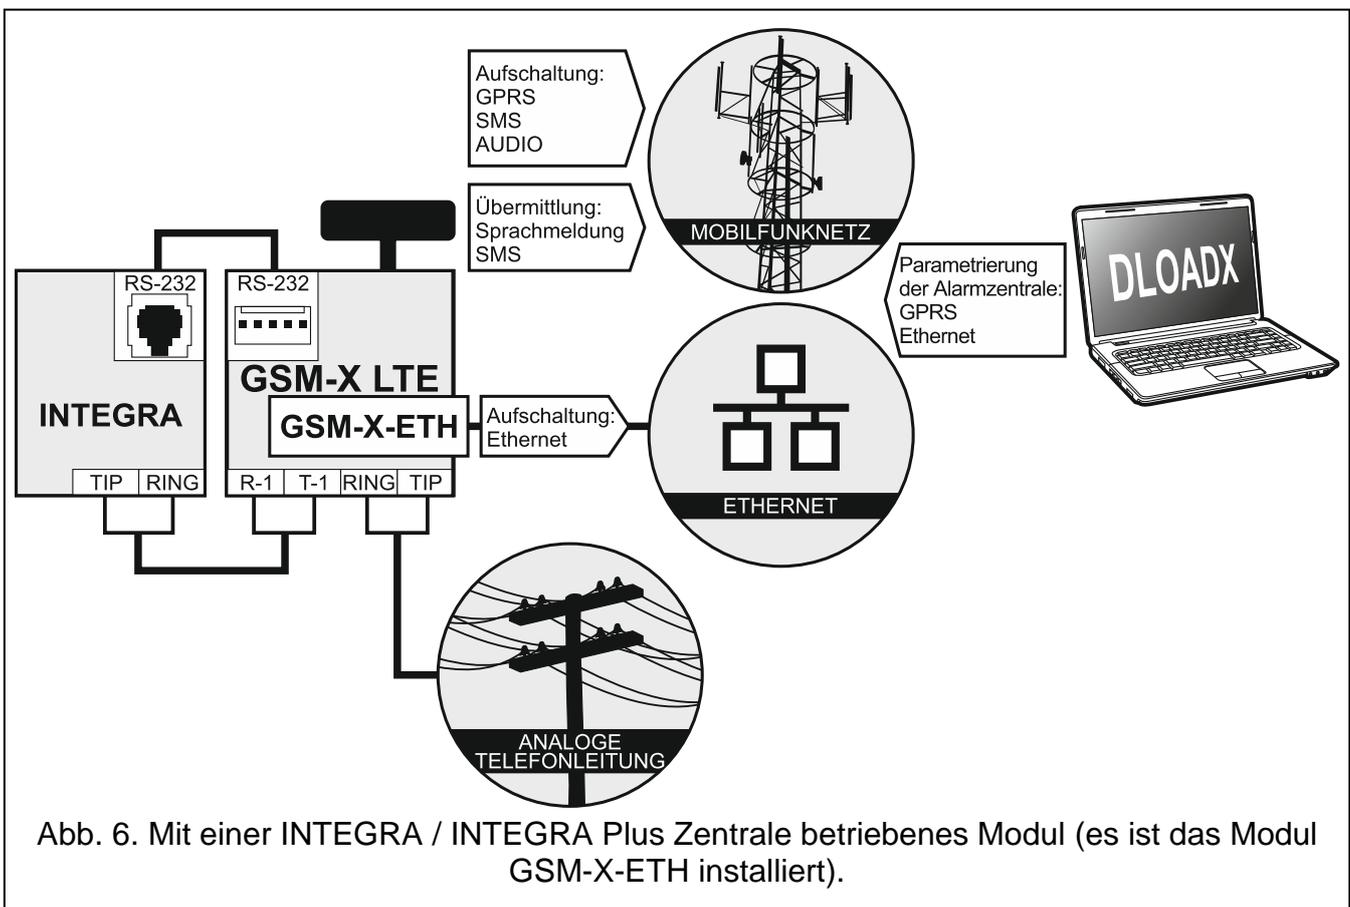
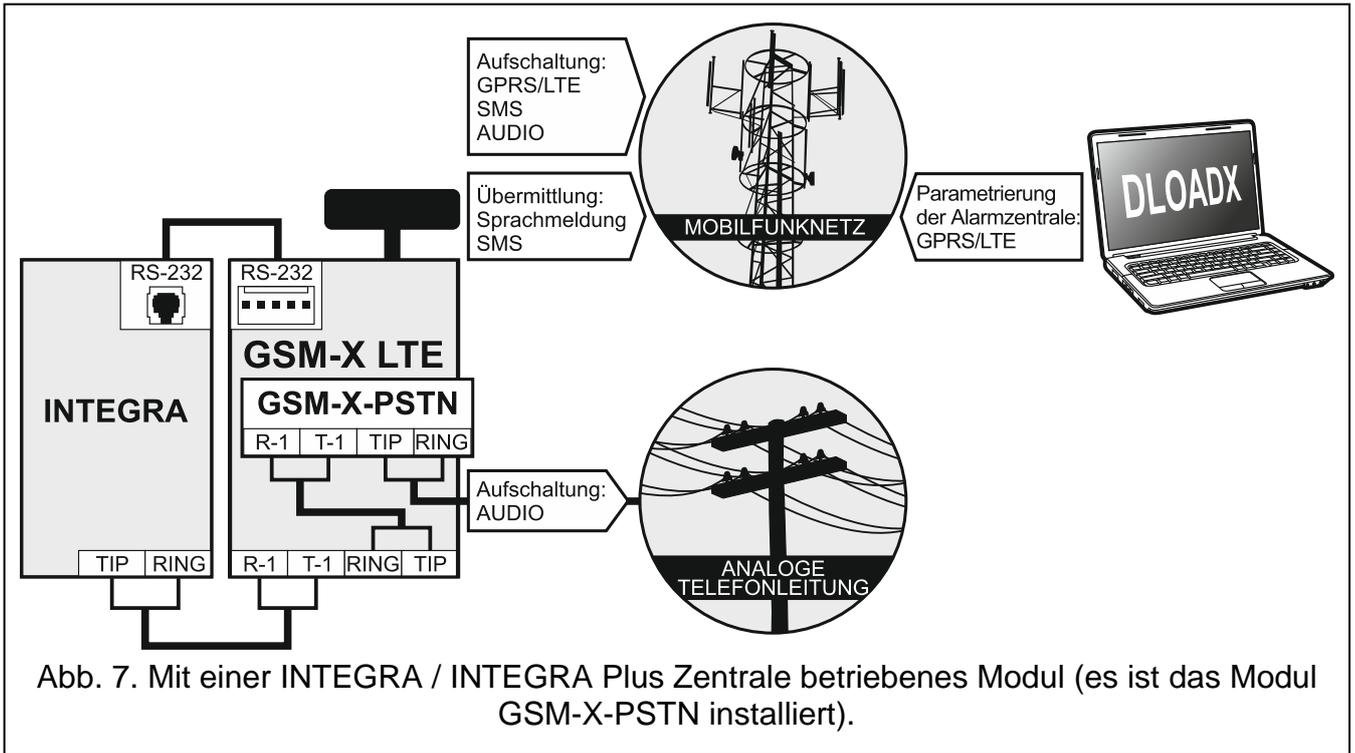

Abb. 6. Mit einer INTEGRA / INTEGRA Plus Zentrale betriebenes Modul (es ist das Modul GSM-X-ETH installiert).
Abb. 7. Mit einer INTEGRA / INTEGRA Plus Zentrale betriebenes Modul (es ist das Modul GSM-X-PSTN installiert).
- Ereignisübertragung an die Leitstelle über das zellulare Netzwerk oder optional über Ethernet-Netz (nach Installation des Moduls GSM-X-ETH – Abb. 6), oder PSTN-Netz (nach Installation des Moduls GSM-X-PSTN – Abb. 7),